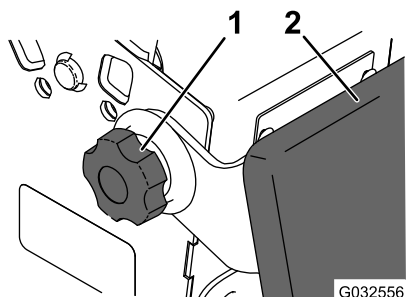

Figure 31
2. Desserrez les boutons rotatifs de chaque côté de la machine (Figure 31).